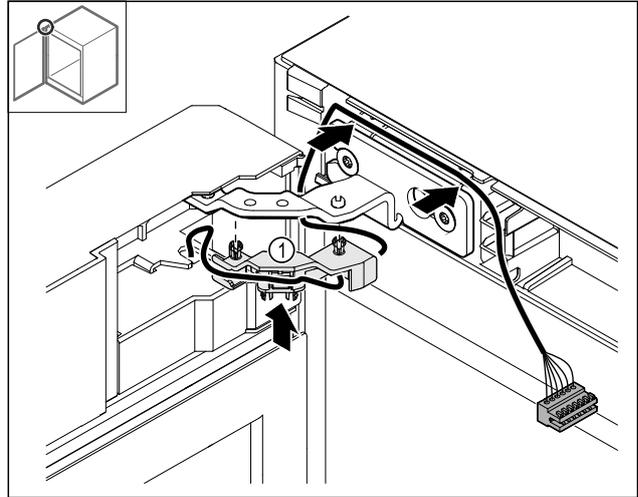

Fig. 52
- ▶ Iespiediet kabeļa stiprinājumu Fig. 52 (1) eņģē.